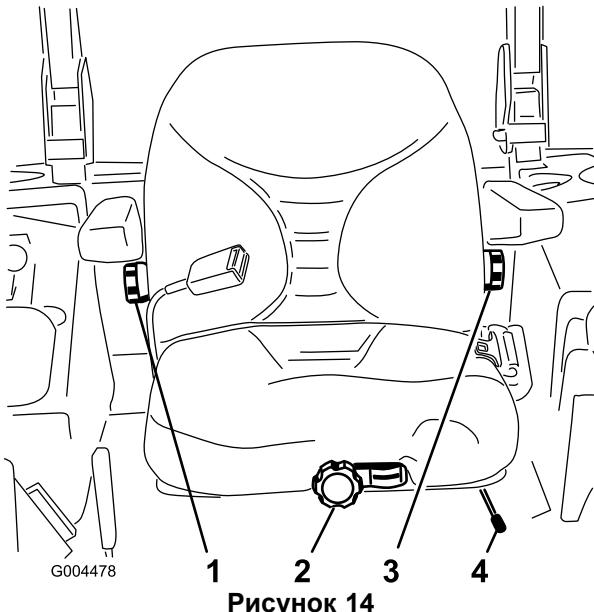

Рисунок 14
1. Для регулировки передвиньте рычаг вбок, чтобы разблокировать сиденье (Рисунок 14).
Для регулировки поворачивайте головку регулировки под правым подлокотником в любом направлении для достижения максимального комфорта (Рисунок 14).
Для регулировки поворачивайте головку регулировки под левым подлокотником в любом направлении для достижения максимального комфорта (Рисунок 14).